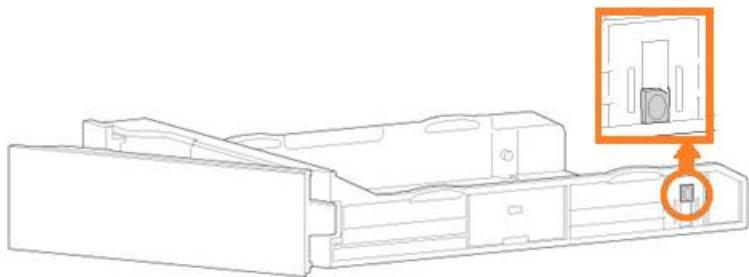

Рисунок 149 – Переключатель адаптера SSD
15. В нижнем правом углу лотка жестких дисков имеется переключатель адаптера SSD (см. Рисунок 149). Переключить его в нижнее положение.